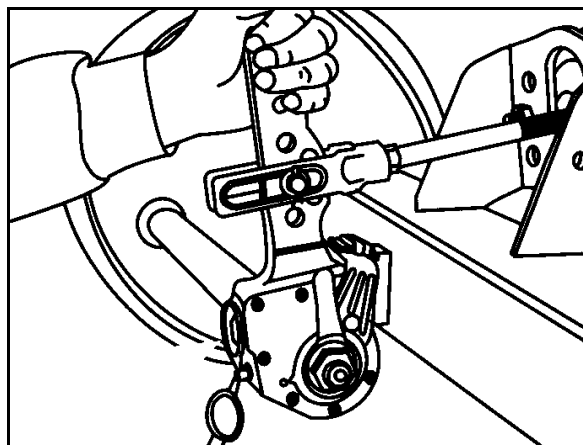

Рис. 88
Оттяните рукой рычажный исполнительный механизм в направлении действия давления (Рис. 88). При свободном ходе нажимного стержня тормозной пневматической камеры макс. 35 мм следует выполнить дополнительную регулировку колесного тормоза.
2. Поверните регулировочный винт (стрелка) накидным гаечным ключом прим. на $\frac{3}{4}$ оборота против часовой стрелки (Рис. 88) Свободный ход должен быть не менее 50 мм при длине рычага 150 мм.